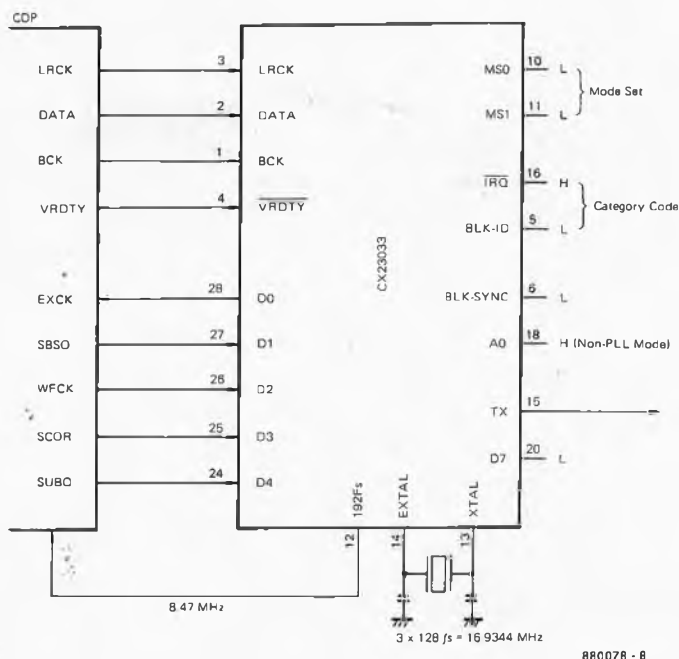

Figure 8. Liaison entre un circuit d'émission CX23033 et un lecteur de disques compacts.
Sony propose le CX23033 conçu spécialement pour cela: il s'agit d'un *digital audio data modulating and transmitting integrated circuit* que l'on trouvera dans les lecteurs de disques compacts, les lecteurs-enregistreurs de cassettes numériques (DAT) et dans les syntoniseurs PCM (quand ils existeront). Sony a conçu un circuit d'émission et de réception en format PS spécialement pour les DAT (CSD1146Q). La figure 7 donne une idée de ce qui se passe dans un circuit qui connaît 4 modes de fonctionnement différents, choisis à l'aide des broches 10 et 11. En mode DAT par exemple, il est possible d'activer le bit de protection (bit 3, voir ci-dessus) par la broche 22 (D6). Les données à transmettre sont cadencées à l'entrée (2) par le signal BCK (1) et ressortent sur la broche 15 (TX) en format PS. La figure 8 donne l'exemple d'une liaison entre un lecteur de CD à une seule puce (CX23052 de Sony, avec 48 impulsions d'horloge par échantillon) et le circuit de modulation et d'émission CX23033.